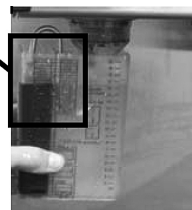

Figura 6.
6. Vierta continuamente hasta llenar ambos compartimientos con jarabe y agua hasta que alcancen la relación mostrada en la ventana, (Figura 6)